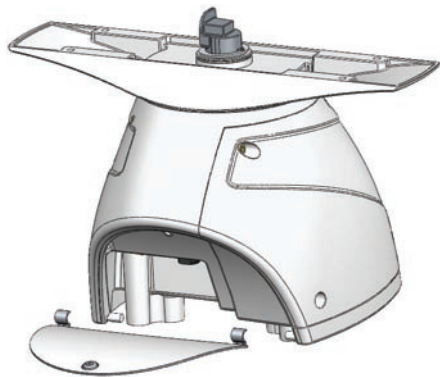

Figure 1
1. Retirez le capot situé à l'avant du socle en desserrant la vis et en le soulevant de ses gonds (Figure 1).